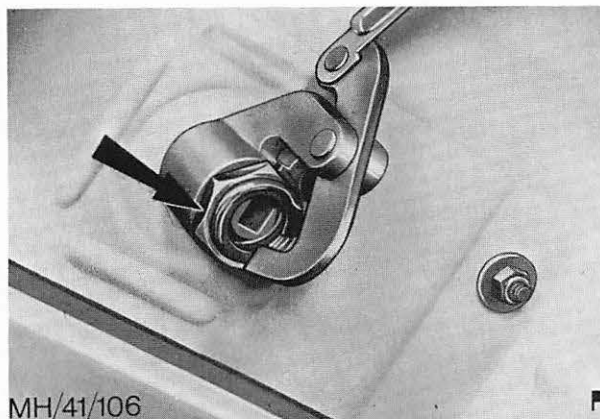

Abb. 58 Große Mutter (Pfeil) – Schloßbetätigungsgestänge am Rückwandtürgriff
2. Große Mutter – Schloßbetätigungsgestänge am Rückwandtürgriff entfernen und Gestänge abbauen. Abb. 58.